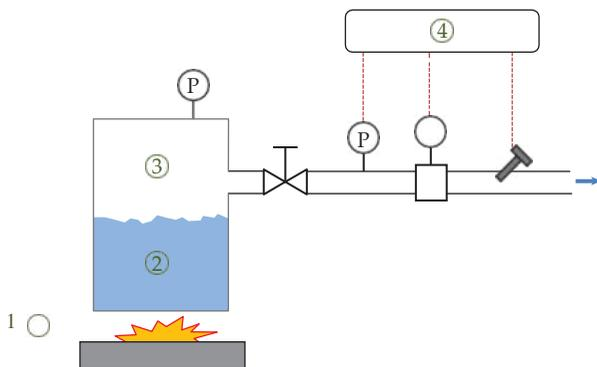

Рис. 1.15
температура. На рис. 1.15 нагреватель (1) заставляет воду (2) кипеть, и образуется пар (3). По соображениям безопасности необходимо контролировать давление в баке котла, а также оборудовать бак предохранительными клапанами. Во время нормальной работы пар покидает бак котла и поступает в распределительную сеть через регулирующий клапан. Во всех точках измерения для расчета (4) энергии, мощности и массы необходимы объемный поток, давление и/или температура.